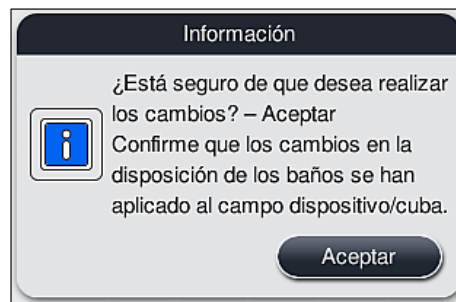
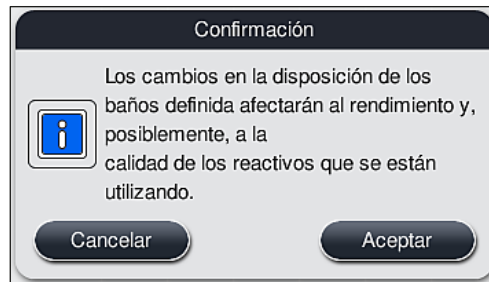

Fig. 62
Fig. 63
- Tenga en cuenta los mensajes informativos que siguen (→ "Fig. 62") (→ "Fig. 63") y confírmelos o pulse **Cancelar** (→ "Fig. 63") para volver a la pantalla de la disposición de los baños.